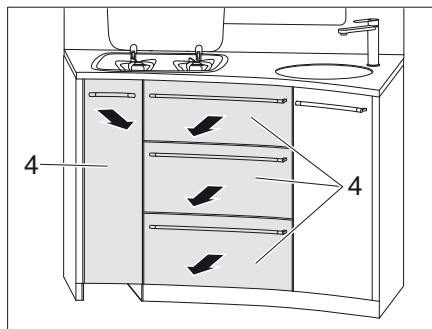

Bild 133 Ta ut kökslådor
- Ta ut kökslådor (Bild 133,4).